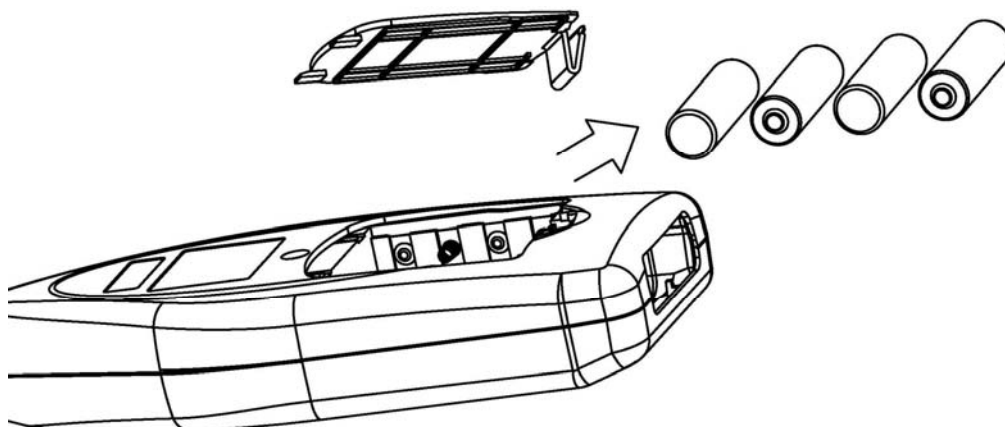

Fig. 55: Sostituzione delle batterie interne
3. Rimuovere le batterie esaurite (vedere Fig. 55)